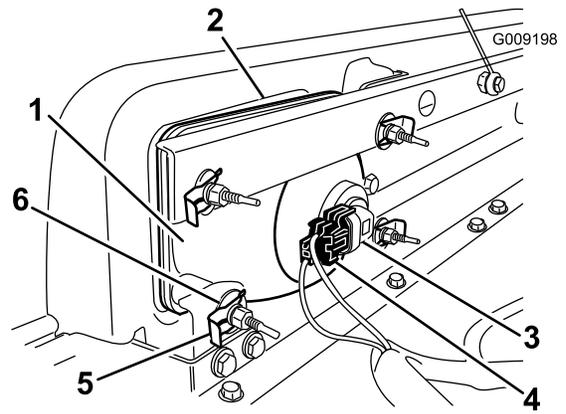

Figura 27
2. Retire el faro desplazándolo hacia adelante y pasándolo por el hueco del parachoques delantero (Figura 27).
3. Introduzca el faro nuevo a través del hueco del parachoques (Figura 27).